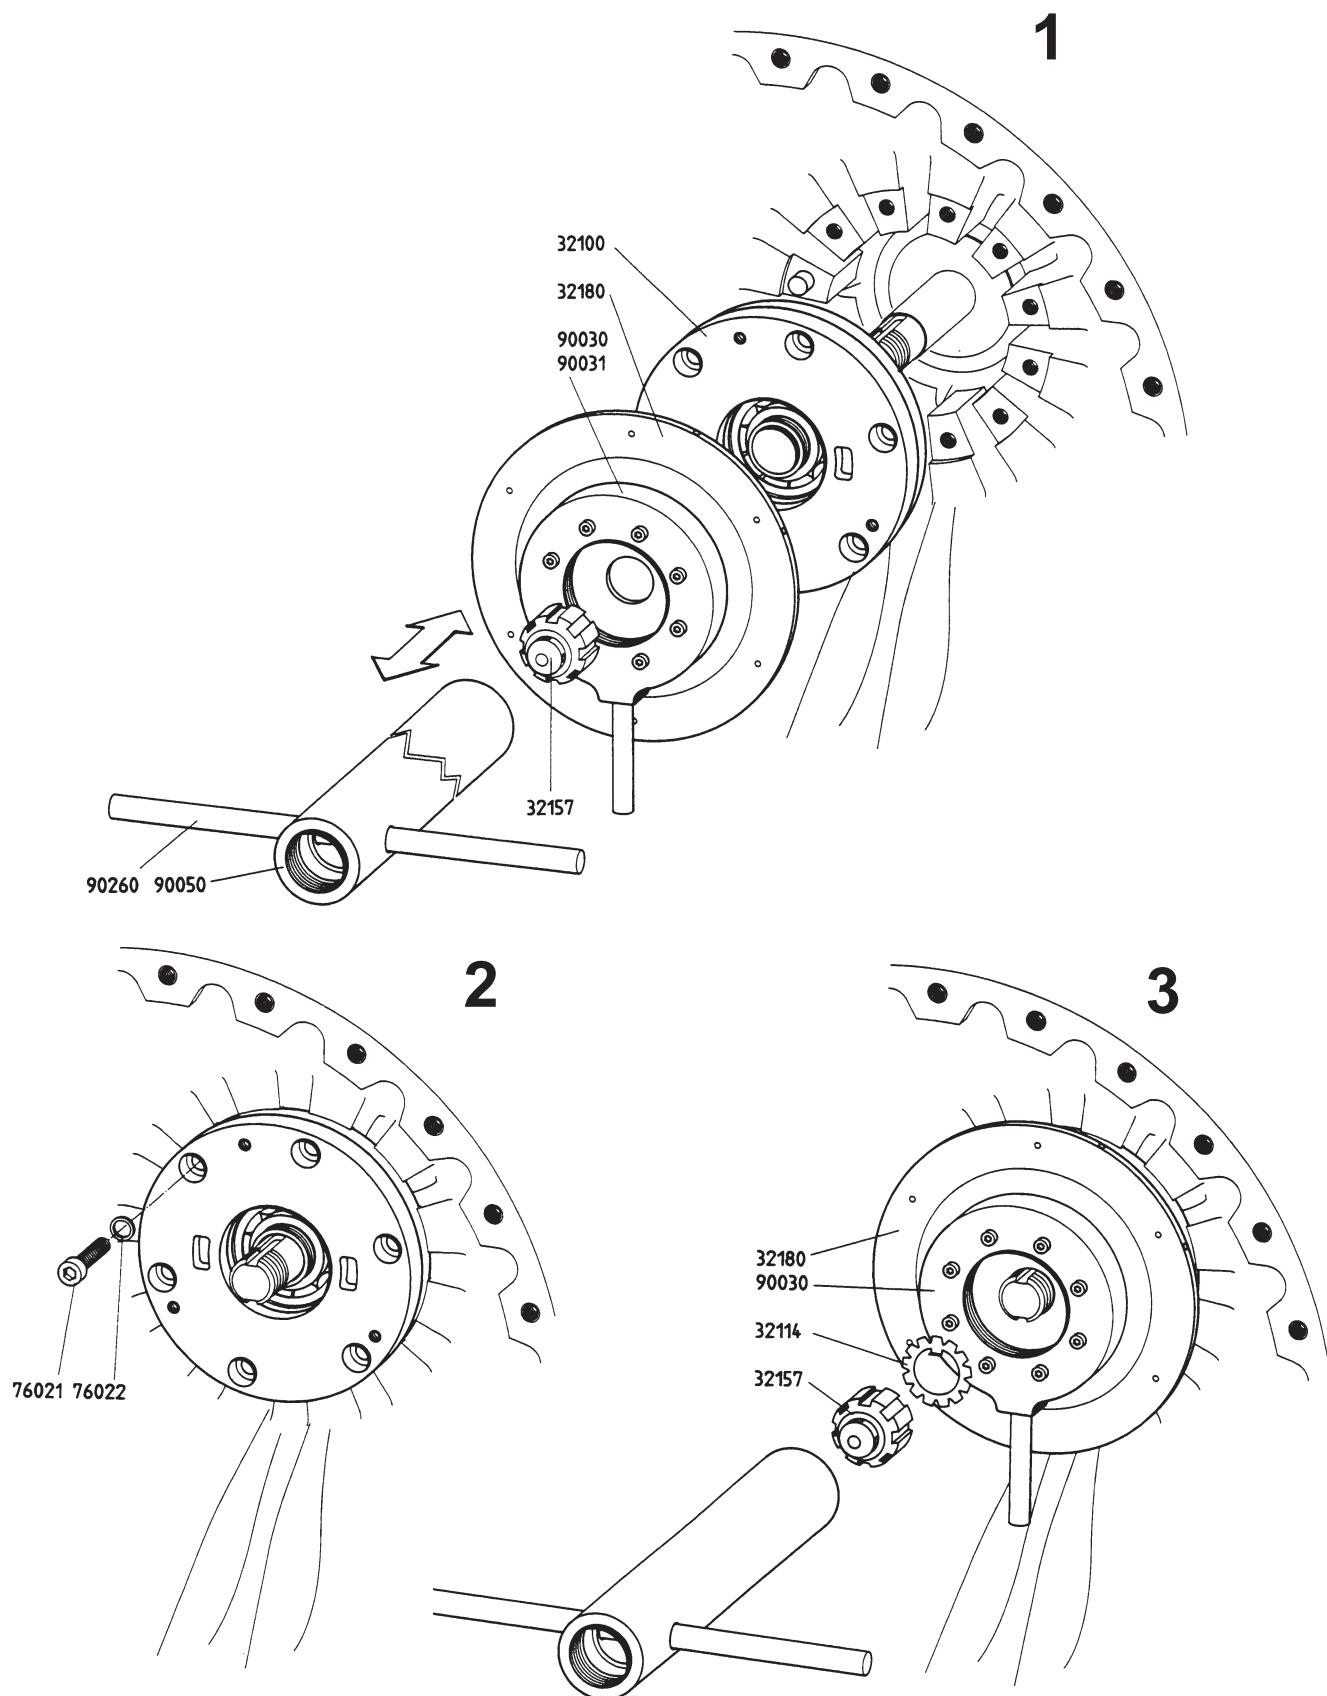

Fig. 5-10
- Lager (32100) - soweit wie möglich - von Hand einschieben (s. Fig. 5-10/1).
- Schmierrad (32180) zusammen mit Festhaltevorrichtung (90030) und Hutmutter (32157) montieren. (s. Fig. 5-10/1).
- Lager (32100) mittels Hutmutter (32157) und Steckschlüssel (90050/90260) mit max. 2 Umdrehungen auf die Welle aufpressen (s. Fig. 5-10/1).